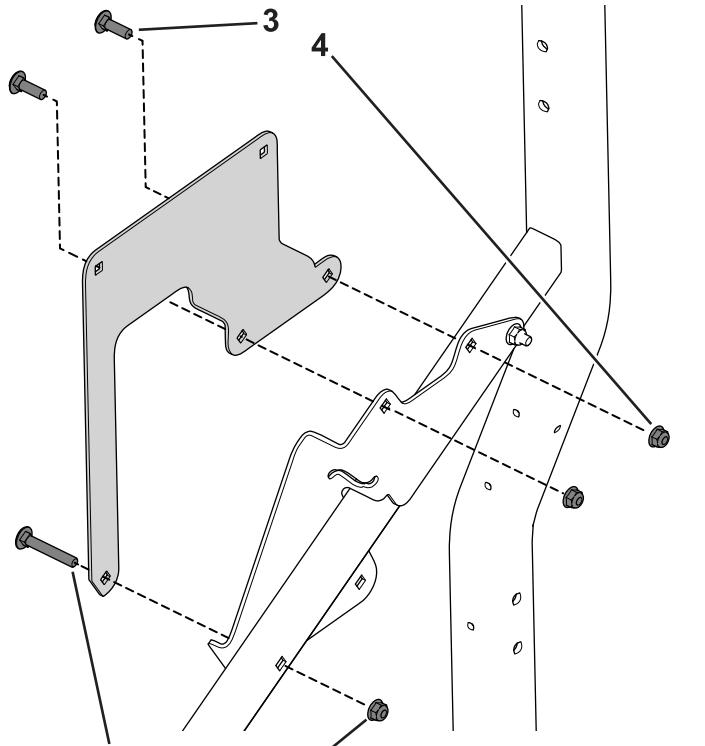

Bild 33
1. Befestigen Sie die Halterung mit den drei Schlossschrauben (5/16" x 2"), (5/16" x 1") und drei Bundmuttern am Rahmen (Bild 33).